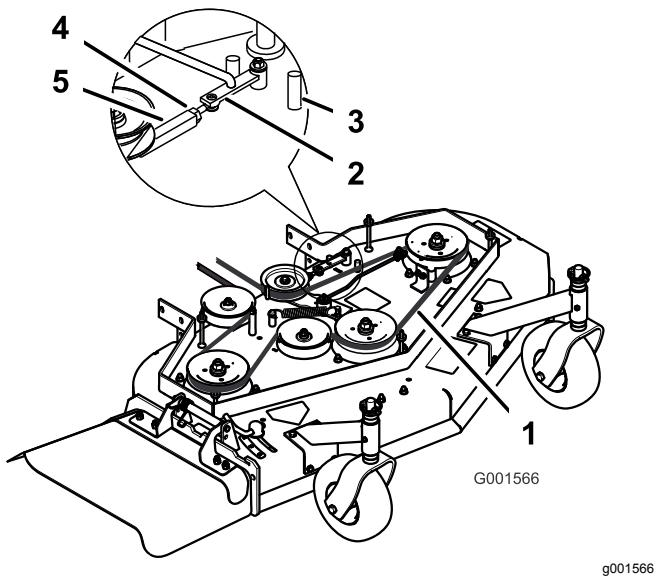

Figura 41
3. Afloje la contratuerca del tensor (Figura 41).
**Nota:** La tensión correcta de la correa del cortacésped es de 44 – 67 N·m (10 – 15 pies-libra) con la correa desviada 13 mm (1/2") en el punto intermedio entre las poleas (Figura 41).